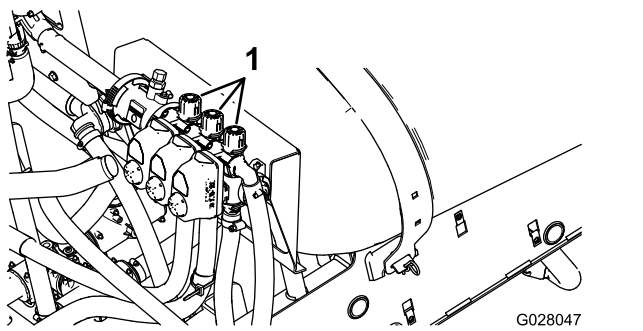

図 85
4. 右ブームバイパスバルブ 図 85 を使って、先ほどと同じ水圧一般的には $2.75 \text{ bar} = 2.8 \text{ kg/cm}^2 = 40 \text{ psi}$ に調整する。
6. 中央ブームバイパスバルブ 図 85 を使って、先ほどと同じ水圧一般的には $2.75 \text{ bar} = 2.8 \text{ kg/cm}^2 = 40 \text{ psi}$ に調整する。